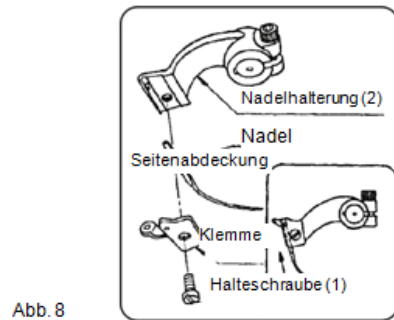

Abb. 8
Schieben Sie in die Halterung (2) eine neue Nadel und drücken Sie sie so weit es geht nach links rein. Anschließend ziehen Sie die Halteschraube der Nadel (1) fest. Achtung: In der Abbildung 8 werden die zerlegte Nadelhalterung sowie ihre Teile dargestellt.